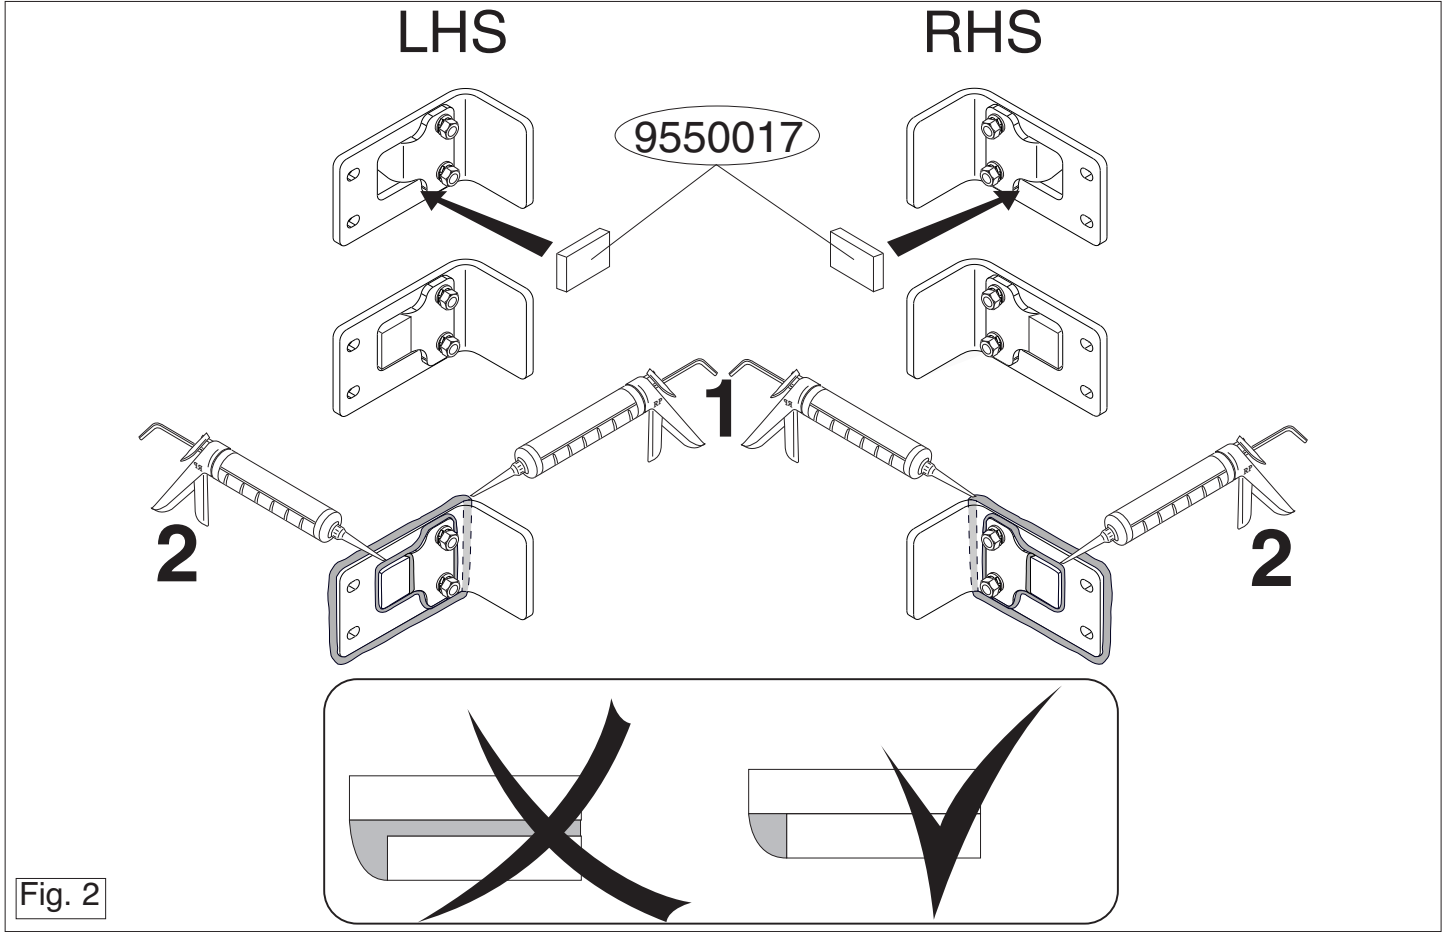

Fig. 2
9. В качестве уплотнения, вставить два полиэтиленовых элемента в балки шасси. (См. рисунок 2).